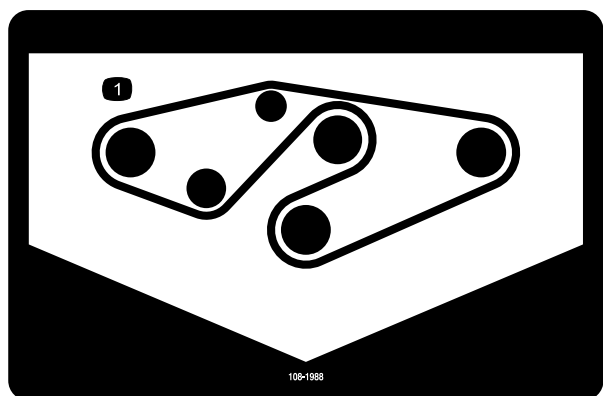

Figure 33
4. Acheminez la courroie neuve autour des poulies d'axe et de l'ensemble poulie de tension, comme indiqué à la Figure 33.